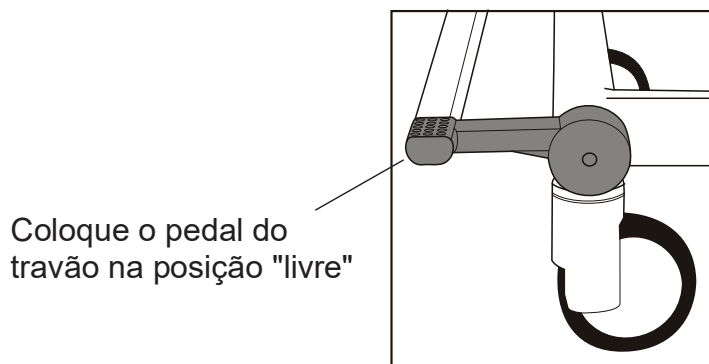

Fig. 2 - Posição livre
2. Verifique se os travões estão desbloqueados e se o pedal do travão está na posição "livre". **(Ver a Fig. 2)**